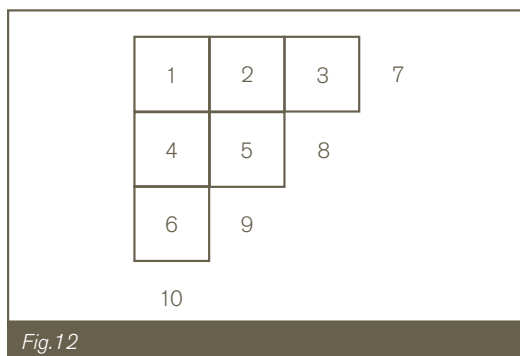

Fig.12
4.5 Progression dite "en escalier" (voir Fig.12).